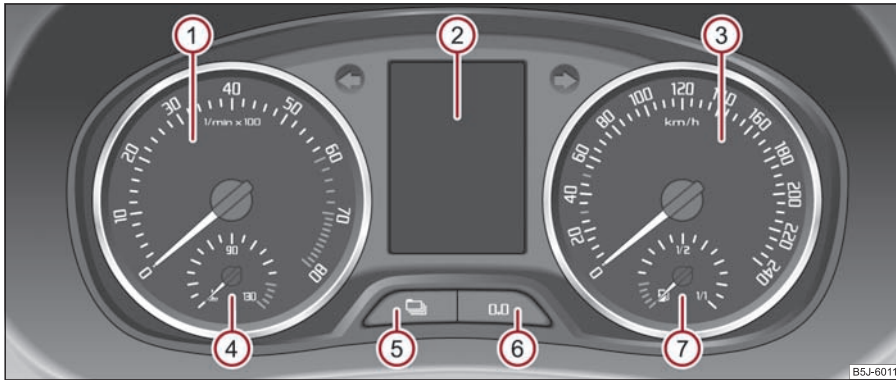

Abb. 15 Kombi Instrument
Der rote Bereich der Drehzahlmesserskala ① ⇒ Abb. 15 kennzeichnet den Bereich, in dem das Motorsteuergerät beginnt, die Motordrehzahl zu begrenzen. Das Motorsteuergerät begrenzt die Motordrehzahl auf einen sicheren Grenzwert.
Die Kühlmitteltemperaturanzeige  ⇒ Seite 15, Abb. 15 arbeitet nur bei eingeschalteter Zündung.
Die Kraftstoffvorratsanzeige  ⇒ Seite 15, Abb. 15 arbeitet nur bei eingeschalteter Zündung.
Halten Sie den Rückstellknopf (6) ⇒ Seite 15, Abb. 15 ca. 1 Sekunde gedrückt, wird der Tageszähler auf Null zurückgestellt.